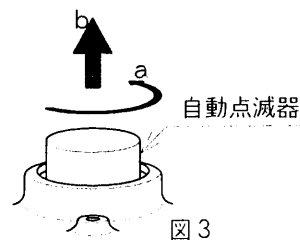

図3
●鋼管（50Aφ60.5mm柱）に取り付ける場合（図3）
- ③ 自動点滅器をで外してください。（図3 a、bの手順にて）
- ④ 新しい自動点滅器をソケットに取りつけてください。